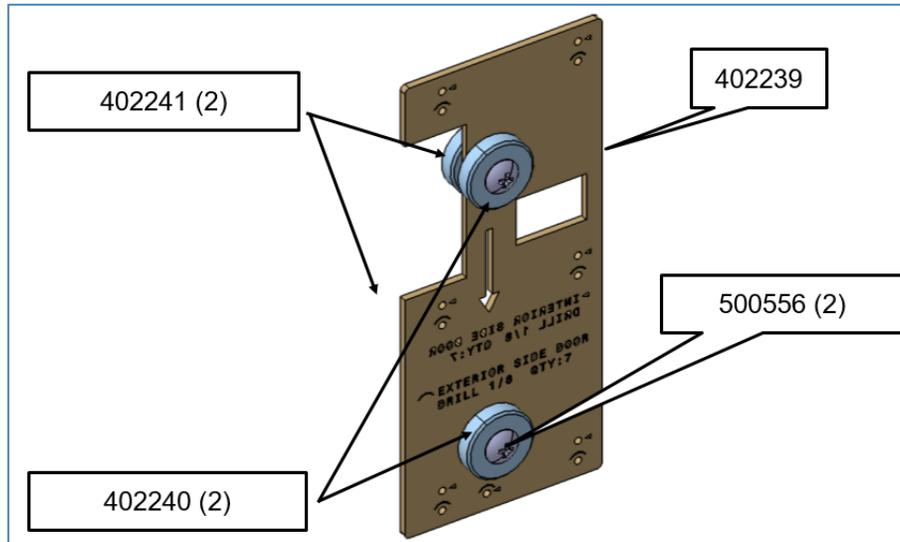

FIGURE 1
1. Assembler le gabarit de perçage et de coupe comme illustré (FIGURE 1).